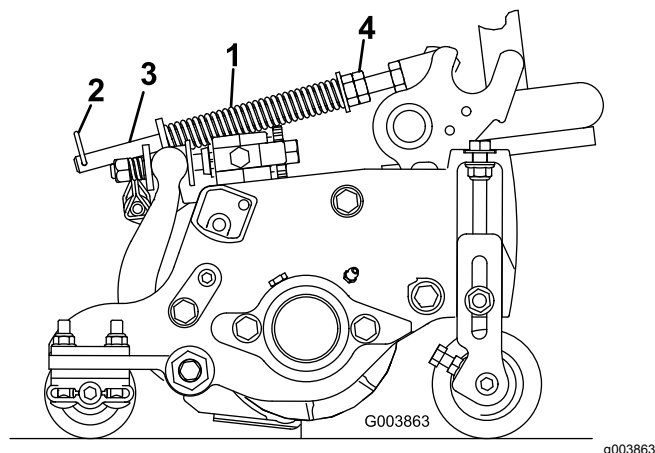

Рисунок 15
- Убедитесь, что игольчатый шплинт вставлен в заднее отверстие штока пружины (Рисунок 15).
- Затяните шестигранные гайки на переднем конце штока пружины так, чтобы длина сжатой пружины была равна 15,9 см (Рисунок 15).
Пружина компенсации состояния грунта (Рисунок 15) переносит вес с переднего на задний каток. Это препятствует образованию на грунте волнообразных неровностей (так называемых «волн» или «трясок»).